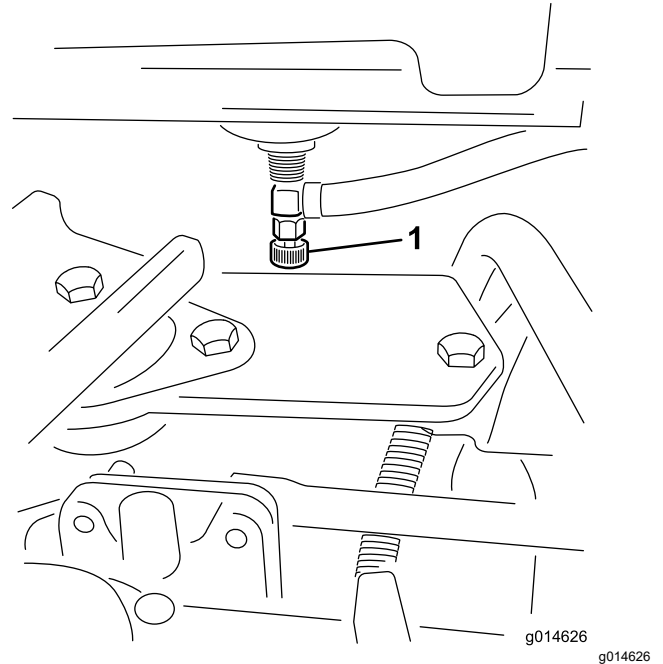

Figura 39
1. Cierre la válvula de cierre del combustible (Figura 39), situada debajo del depósito de combustible.